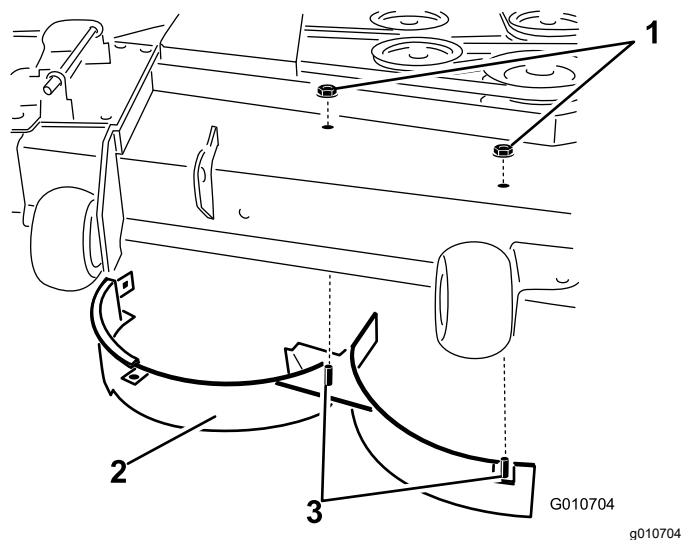

Bild 19
12. Entfernen Sie die Schlossschraube und Sicherungsmutter, mit denen das rechte Ablenkblech oben am Mähwerk befestigt ist, und nehmen Sie das rechte Ablenkblech vom Mähwerk ab (Bild 19).
11. Entfernen Sie die zwei Sicherungsmuttern (5/16"), mit denen die geschweißten Streben des rechten Ablenkblechs oben am Mähwerk in der Mitte und rechts von der Mittelstellung befestigt sind (Bild 19).